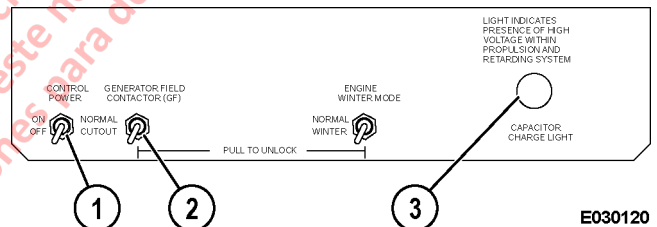

FIGURA 2-1. PANEL DE VISUALIZACIÓN DE INFORMACIÓN
2. Para asegurar que el enlace no se energizará durante la prueba y los procedimientos de reparación, gire el interruptor de corte GF (2, Figura 2-1) en el gabinete de control a la posición CUTOFF, para ello debe tirar el interruptor hacia afuera y moverlo hacia abajo.